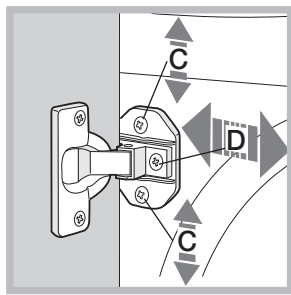

Fig. 7
- Regular a posição do painel de madeira nos sentidos vertical e horizontal, mediante os parafusos **C** e **D**, como indicado na *fig. 7*.